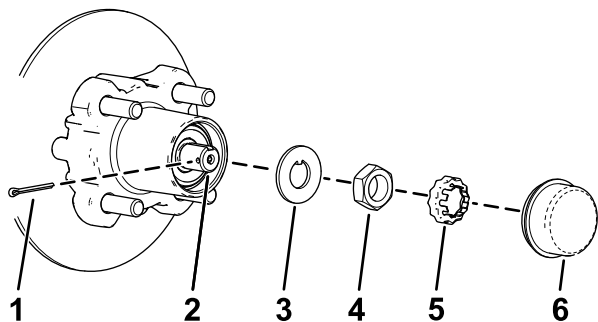
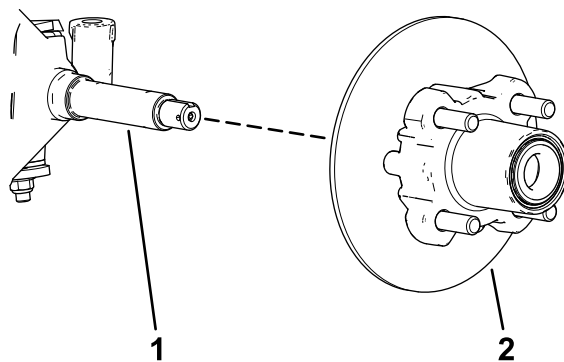

Figura 36
Figura 37
4. Retire el tapón guardapolvo del cubo (Figura 36).
5. Retire la claveta y el retén del eje/tuerca del eje (Figura 36).
6. Retire la tuerca del eje, y separe el conjunto de cubo y rotor del eje (Figura 36 y Figura 37).